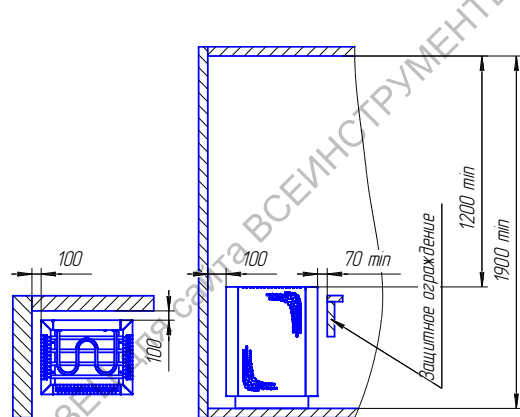
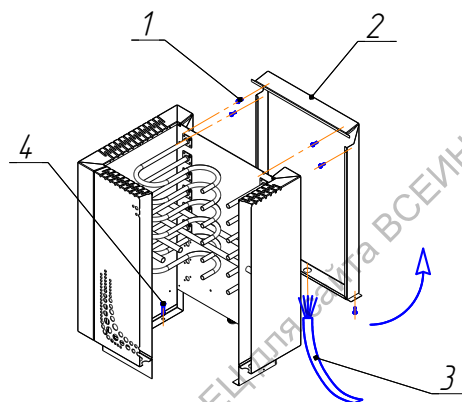

Рис.1 Безопасные расстояния
Рис.2 Установка каменки
6.1. **ВЫБОР МОЩНОСТИ** каменки необходимо производить с учетом размеров сауны (п.2.), помещения парилки (п.п.6.2.), а также расстояний от каменки до стен, потолка, пола в соответствии с размерами указанными на Рис.1 «Безопасные расстояния». Каменка со слишком большой мощностью нагреет сауну слишком быстро, камни не успеют хорошо прогреться и вода, политая на камни, вместо того, чтобы превратиться в пар, просто стечет. С другой стороны, при недостаточно мощной каменке, процесс нагрева сауны будет нежелательно долгим, что сокращает срок службы нагревательных элементов.
6.4. **УСТАНОВКА КАМЕНКИ** производится согласно рис.1 «Безопасные расстояния» и рис.2 «Установка каменки». Каменка устанавливается на теплостойкий фундамент и закрепится стационарно к полу крепежными элементами поз.4.
Около каменки стены и потолок сауны должны иметь огнезащитную панель из листового металла с теплоизоляцией из листового асбеста или минваты. Установку защитной решетки вокруг каменки следует производить на расстоянии указанном на рис.1 «Безопасные расстояния».
Для подсоединения каменки к сети необходимо демонтировать задний кожух поз.2 рис.2. Для этого необходимо выкрутить 4 винта поз.1 со стороны емкости для камней и 2 винта с низа каменки как показано на рис.2. После этого необходимо нижнюю часть заднего кожуха потянуть на себя и поднять вверх. Провода необходимо пропустить в кабельный ввод на заднем кожухе и закрепить на соответствующие клеммы клеммной колодки. Сборка каменки осуществляется в обратной последовательности.